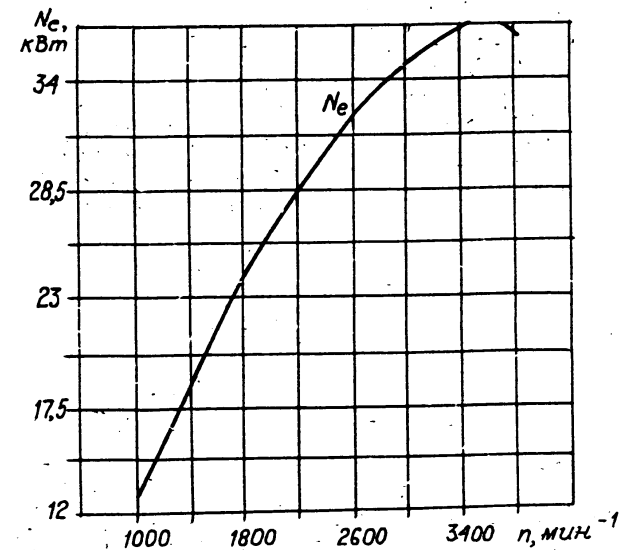

Рисунок 3.1. Скоростная (внешняя) характеристика автомобильного двигателя
3.2. Как изменится динамический фактор автомобиля при увеличении скорости с 50 до 90 км/ч на прямой передаче? При решении использовать скоростную характеристику двигателя (рисунок 3.1.). Сила тяжести $G = 17983$ Н; радиус колеса $r_k = 0,344$ м; передаточное число главной передачи $i_0 = 5,125$; механический КПД трансмиссии $\eta_m = 0,92$; фактор сопротивления воздуха $k_w = 0,355$; площадь лобового сопротивления $F = 2,1$ м².